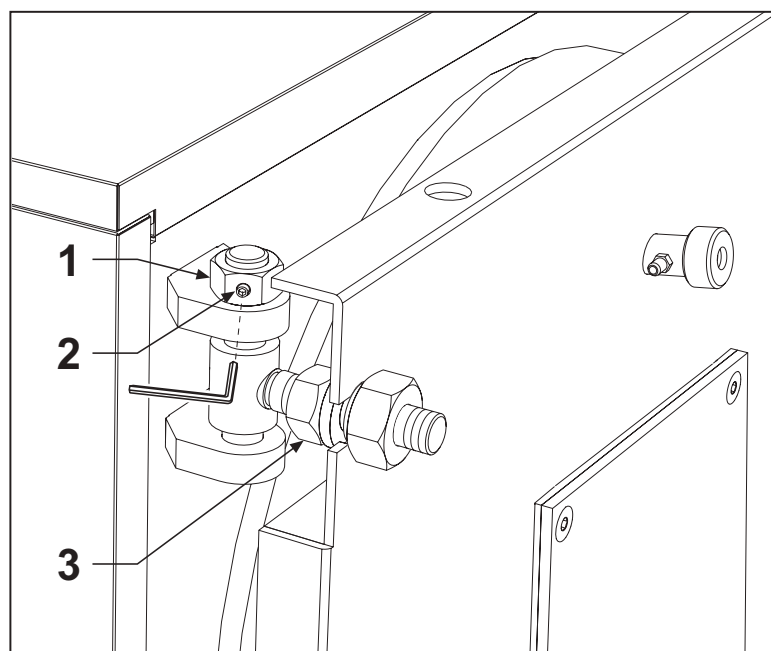

Fig. 14
- La regulación de la altura de la puerta se efectúa con la tuerca (pos. 1); terminada la regulación, bloquear los tornillos prisioneros (pos. 2 - Fig. 14).
- La regulación longitudinal de la puerta se efectúa con el tornillo pos. 3 - Fig. 14.